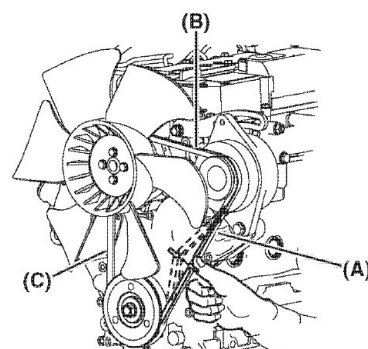

Abb. 45: Lüfterkeilriemen
Schritt 2: Ggf. die Keilriemenspannung einstellen. Die Einstellschraube (Abb.45A, Pos. 1) lösen und die Lichtmaschine (Abb. 45A, Pos. 2) mit einer Brechstange (Abb.45, Pos. 3) bewegen, um den Keilriemen auf die gewünschte Spannung festzuziehen. Anschließend die Einstellschraube festziehen.